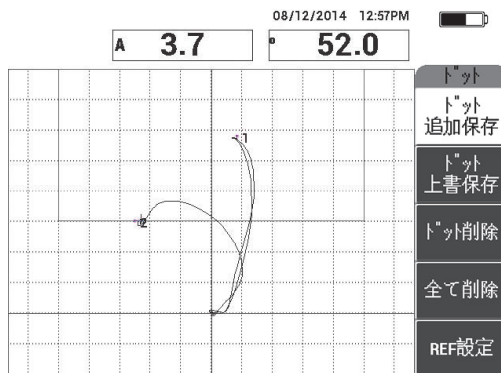

図 6-49 記録された2番目のドット
- 2番目の剥離部の上でプローブをゆっくりと滑らせ、**ドット追加保存**（Aキー）を押して2番目のドットを記録します（168ページの図 6-49 参照）。